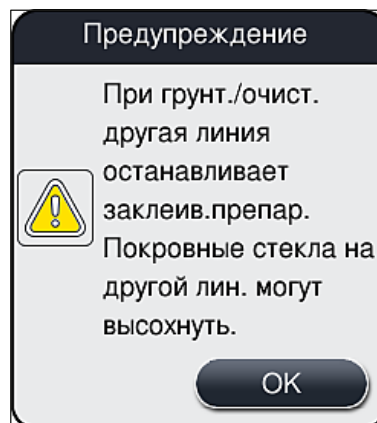
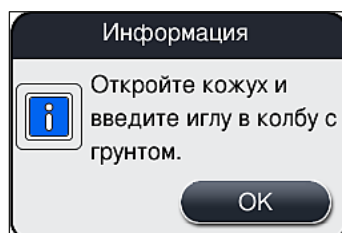
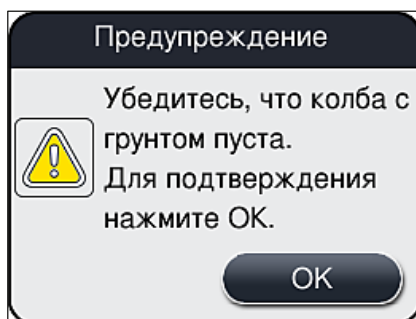

Рис. 95
Рис. 96
Рис. 100
2. После этого нажмите кнопку **Промыв./очист.** для левой (→ Рис. 94-2) или правой (→ Рис. 94-3) линии заключения под покрывное стекло и подтвердите подтверждающее сообщение нажатием на **OK** (→ Рис. 95).
3. Ознакомьтесь со следующим информационным сообщением (→ Рис. 96).
5. Вставьте узел иглы (→ Рис. 97-1) в емкость для слива (→ Рис. 97-3) и подтвердите информационное сообщение (→ Рис. 96) нажатием на **OK**.
4. Ознакомьтесь со следующими информационными сообщениями (→ Рис. 95), (→ Рис. 96) и (→ Рис. 100) и подтвердите каждое нажатием на **ОК**.